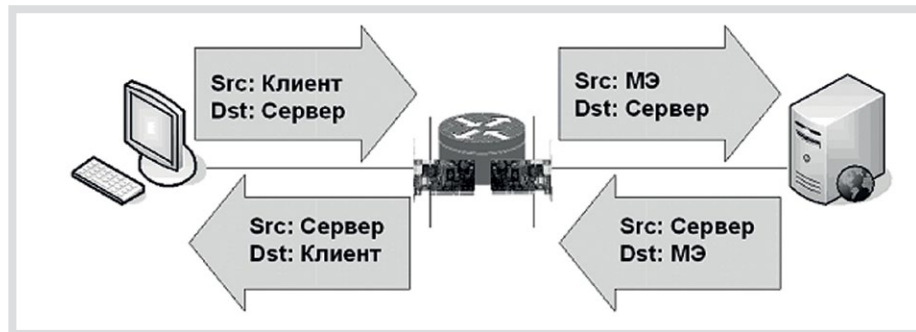

Рис. 2. Технология NAT
- при возврате ответов серверов клиентам производит обратную замену: свой адрес в поле получателя меняет на адрес клиента, отправившего исходный запрос (рис. 2).